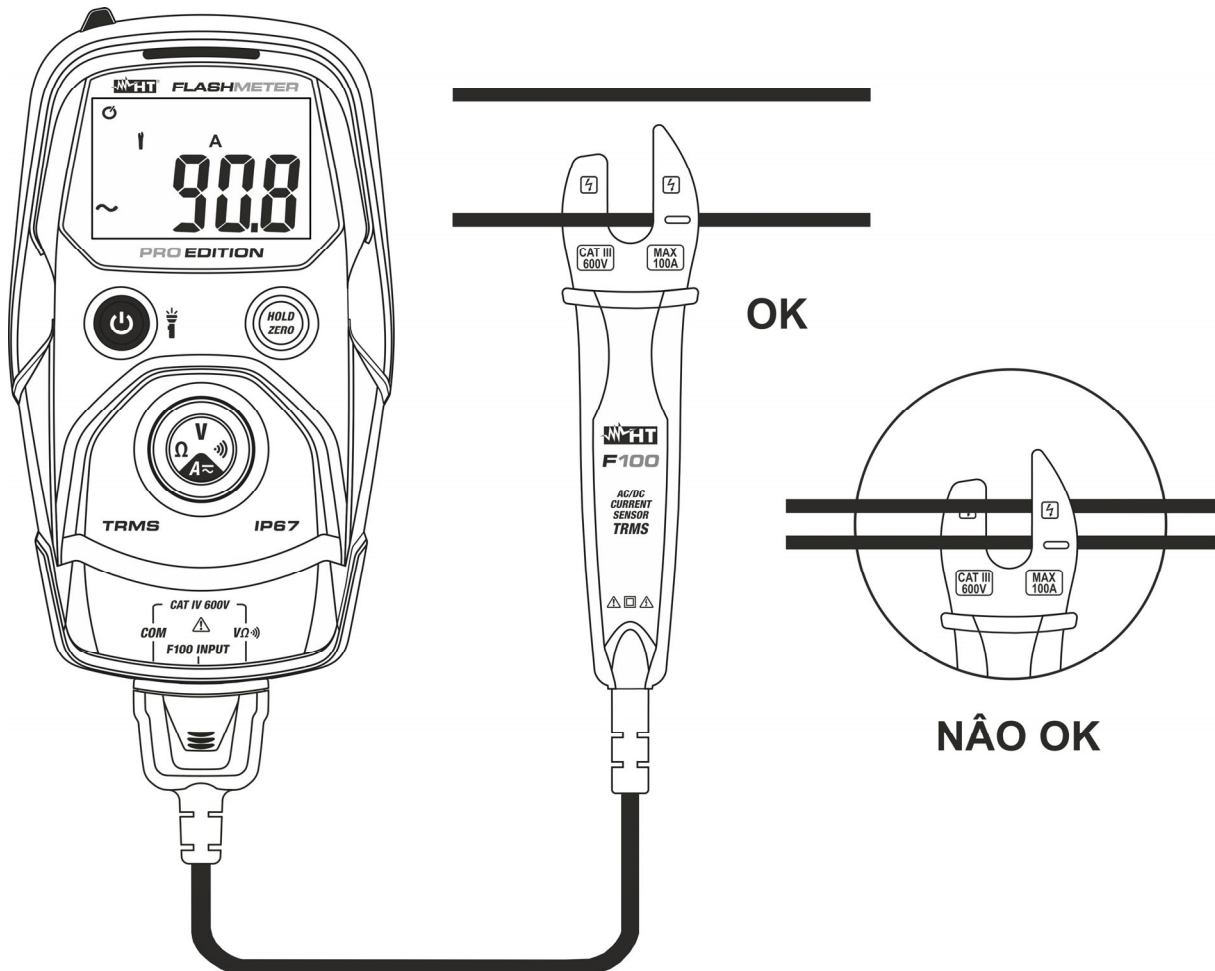

Fig. 7: Uso do instrumento para a medição de Corrente CA/CC
4. Conecte a pinça F100 ao condutor em teste (ver Fig. 7) prestando atenção no símbolo da seta " $\rightarrow$ " dentro do toróide para indicar o sentido positivo da corrente e posicionando no centro do mesmo para obter uma medição precisa. O valor atual é mostrado no display
5. A visualização do símbolo "-" no display do instrumento indica que a tensão tem sentido oposto em relação à ligação da Fig. 7